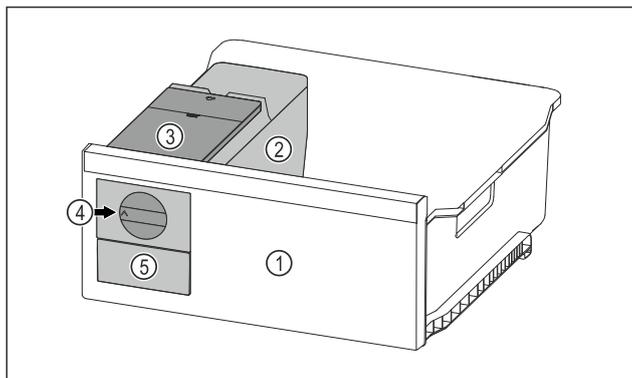

Fig. 123 例图
- ▶ 将旋钮 Fig. 123 (4) 顺时针转动到底。
- ▷ 冰块从方块冰盘落入冰块抽屉 Fig. 123 (5) 中。如果不是所有冰块都从方块冰盘中掉出: